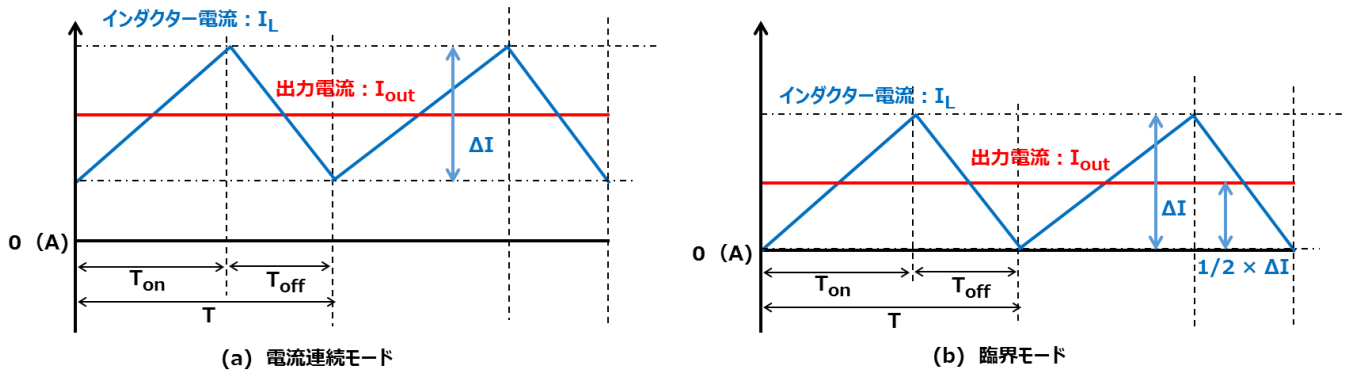

図 2.5 電流連続モード波形
$I_{out} \geq 1/2 \times \Delta I$ の関係を満たす領域では非同期整流、同期整流共に電流連続モードになります。特に $I_{out} = 1/2 \times \Delta I$ となる場合を臨界モードと呼びます。図 2.5 にインダクター電流 I_L と出力電流 I_{out} の波形を示します。理想的には出力電圧は出力電流に依存せず、前述の式 (1) に示すように V_{in} 、 T_{on} 、 T_{off} だけで決まります。